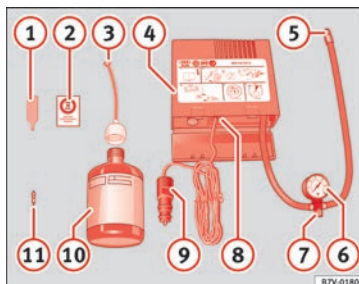

Abb. 79 Prinzipdarstellung: Bestandteile des Pannensets
Das Pannenset befindet sich im Gepäckraum unter dem Bodenbelag. Es besteht aus folgenden Bestandteilen » Abb. 79:
Den Reifenfüllschlauch » Abb. 79 ⑤ wieder anschließen und den Reifenfülldruck an der Reifenfülldruckanzeige ⑥ ablesen.